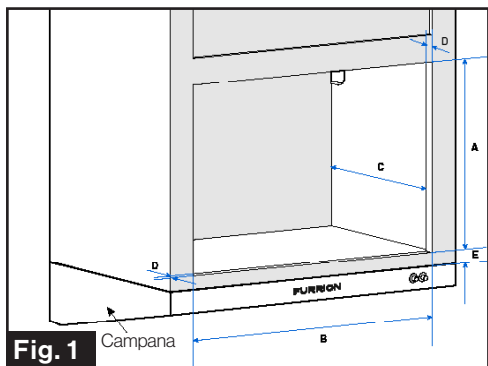

Fig. 1
2. Marque y recorte una abertura en el gabinete de acuerdo con las dimensiones descritas en la tabla. (Fig. 1)